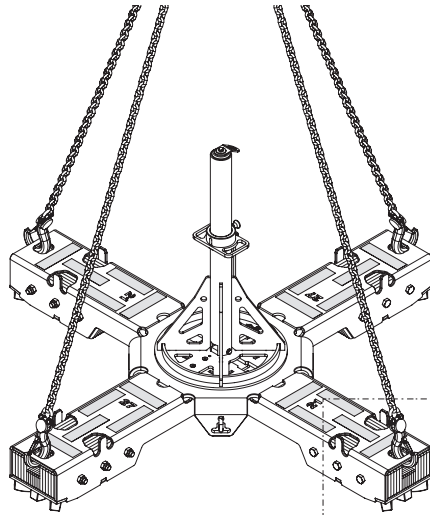

Abb. B4.01
- Für den Hebevorgang ausschließlich Transportöse (3.4) verwenden. Transportöse (3.4) nicht zum Sichern von Personen verwenden! (Abb. B4.01)